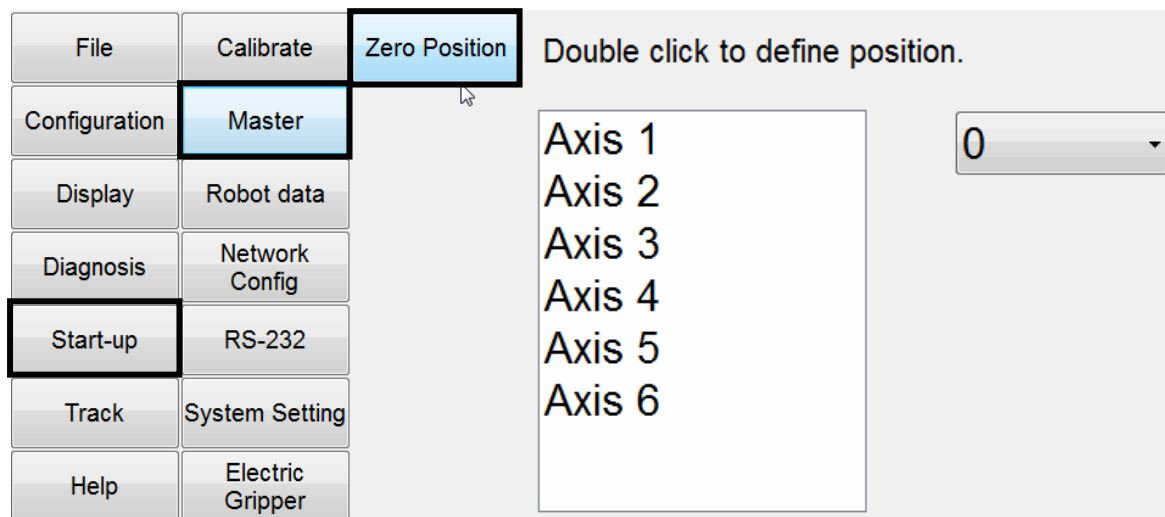

図 4-8 ソフトウェアによる原点位置の再設定
Step33. メインメニュー>>Start-up>>Master>>Zero Position(図 4-8 のとおり) をクリックします
Step34. 校正したい軸を選択し、ダブルクリックして原点位置を再設定します (図 4-8 のとおり)